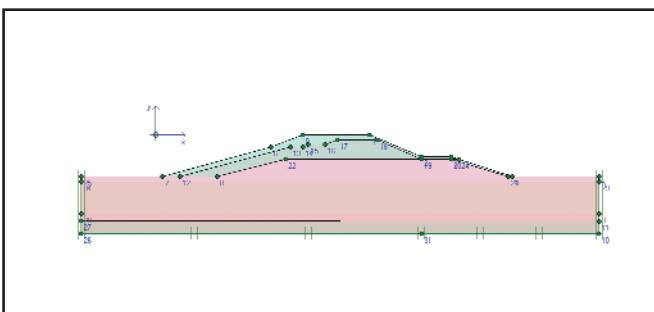

Рис. 4. Геометрическая модель плотины
**Исходные данные.** Высота плотины 17 м, ширина плотины по гребню 27 м, по основанию плотины – 142 м, экран плотины представлен супесью, в теле плотины предусмотрена дренажная галерея, напор с верхнего бьефа 12 м. На рис. 4 представлена геометрическая модель плотины с изображением грунтов.